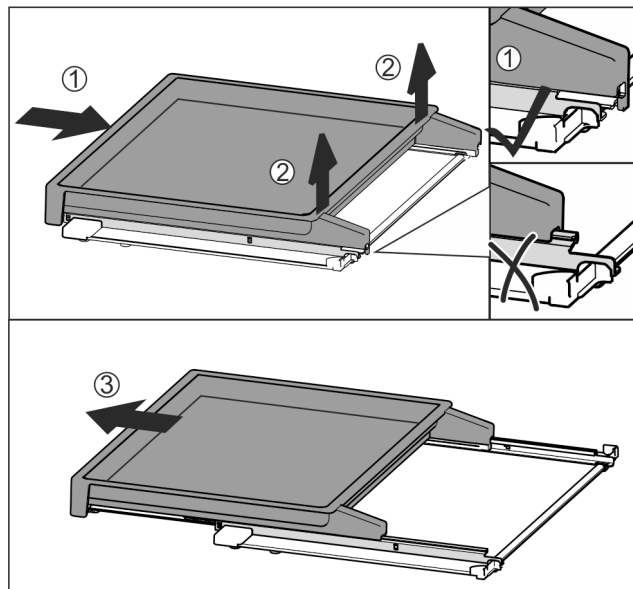

Fig. 78
- ▶ Úplne zasunúť vyťahovaciu poličku Fig. 78 (1).
- ▶ Uvoľniť západku na zadnej strane Fig. 78 (2).
- ▶ Vyberte vyťahovaciu poličku smerom dopredu Fig. 78 (3).